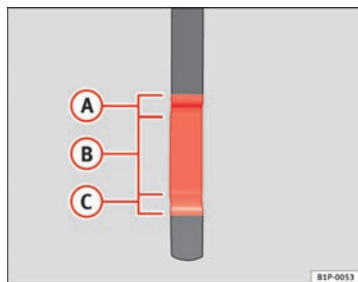

Fig. 143 Varilla de medición del nivel de aceite.
- A continuación, vuelva a extraerla y compruebe el nivel de aceite ⇒ fig. 143. En caso necesario, reponga aceite del motor.